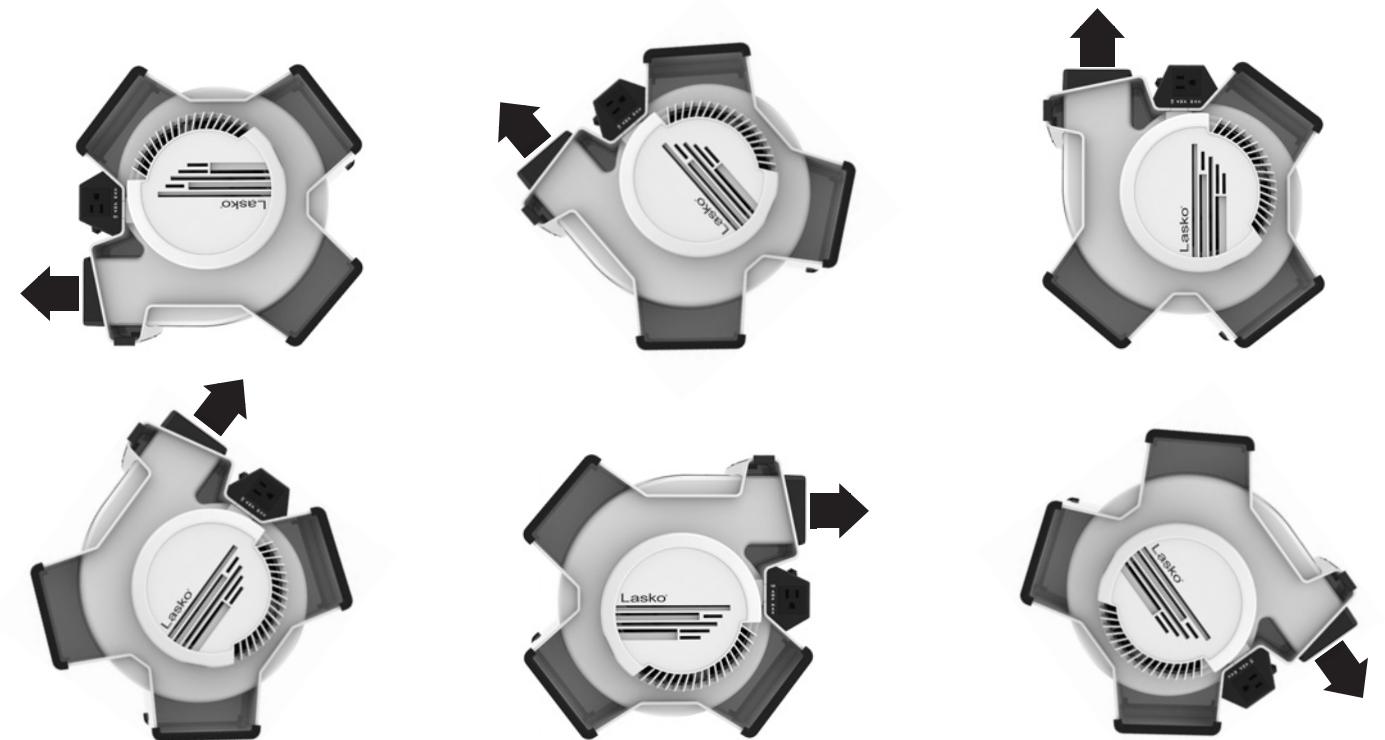

Figura 2
5. Para ajustar el ángulo vertical, presione el panel del Ventilador hacia delante o hacia atrás hasta la posición deseada. (Figura 2)